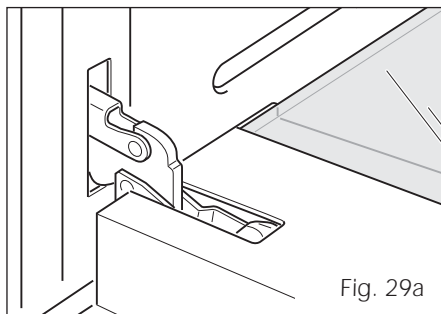

Fig. 29a
- Open the door to the full extent (fig. 29a).